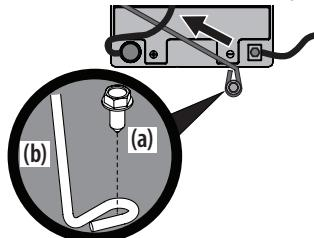

Figure 15
**NOTE :** Le faisceau de fils doit se trouver sur la tige de retenue de la batterie, sinon il pourrait être endommagé. Voir Figure 15 à la page 75.
- Enlevez la tige de retenue de la batterie. Pour ce faire, pressez l'extrémité en forme de crochet à la droite de la batterie pour le faire sortir de la patte. Faites pivoter la tige de retenue de la batterie vers le haut et retirez la batterie. Voir Figure 15.